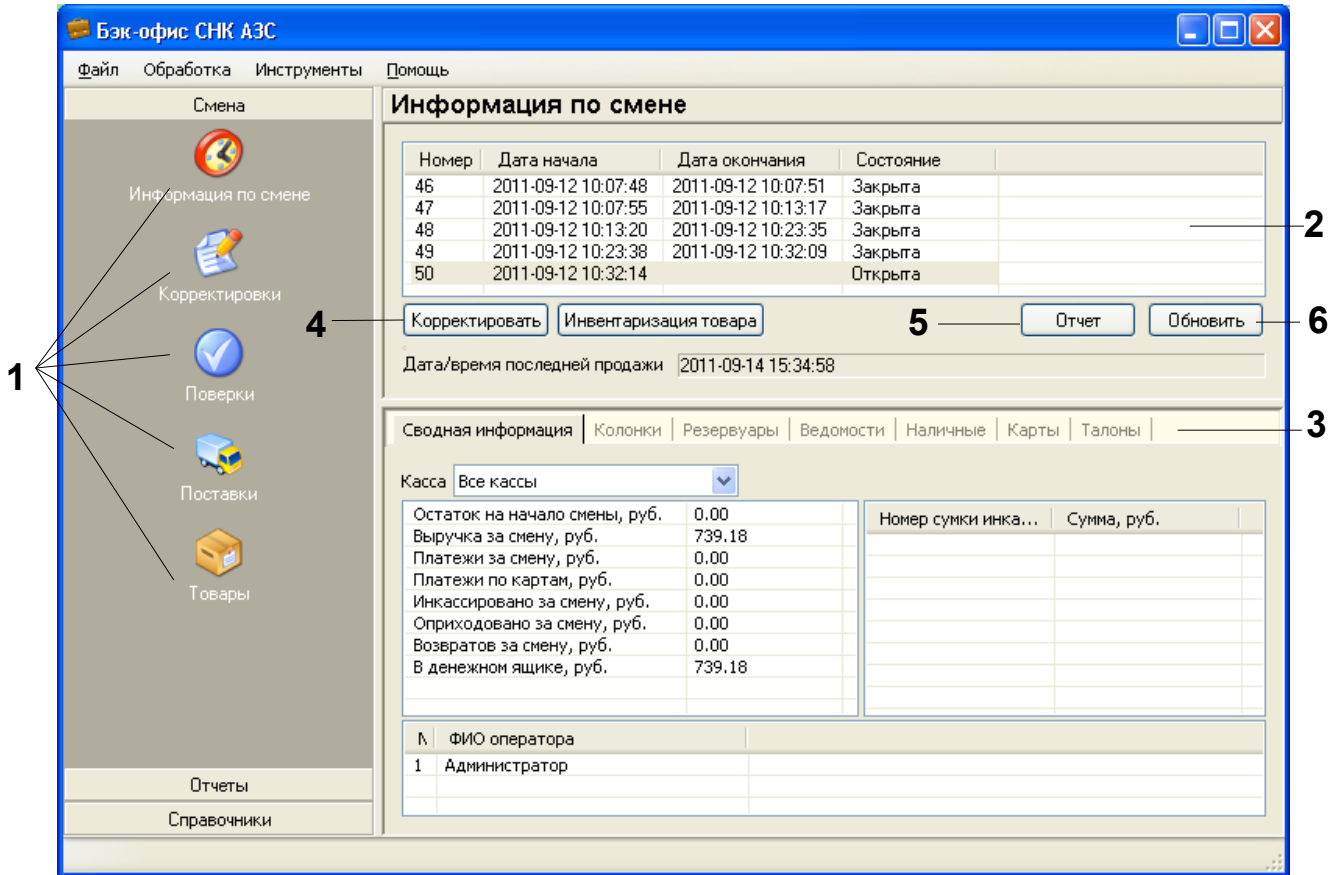

Рисунок 10.1 Подробная информация по смене
1. Выбрать смену, по которой необходимо внести данные, и нажать кнопку «Корректировать» (рисунок 10.1 – 4). Откроется окно мастера корректировок (рисунок 11.1)
5. Убедиться, что корректировки обработаны: нажать кнопку «Корректировки» (рисунок 10.1 – 1), проверить состояние. Нажать
кнопку «Обновить» (рисунок 10.1 – б). Дождаться состояния «Обработана».